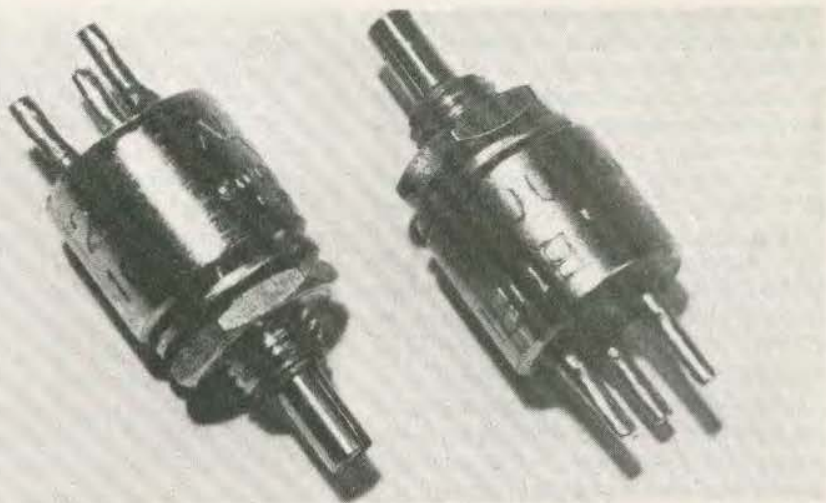

Fig. 4
- **Modèles professionnels :** exemple : **Sfernice 1 W** étanche, en boîtier circulaire \varnothing : 8,5 mm, sorties par perles de verre (fig. 4) commande par axe fendu, courbe linéaire entre 10 Ω et 2,2 M Ω , coefficient de température $\pm 50 \cdot 10^{-6}/^{\circ}\text{C}$.